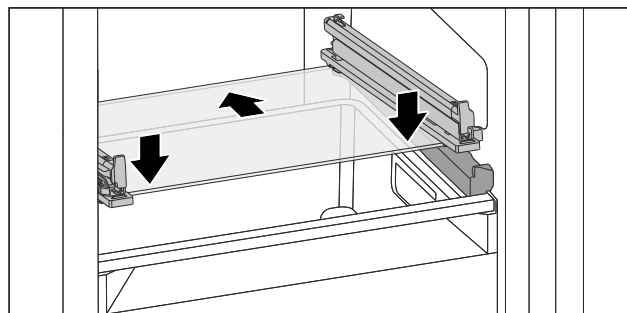

Fig. 71 Glasplatte des abklippbaren Schubfachs
- Glasplatte schräg hinter den Stopperrn aufsetzen. (siehe Fig. 71)